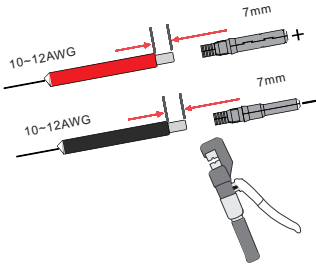

Figura 4.1-4 Crimpado del terminal al cable
Paso 2. Crimpe los terminales metálicos con unos alicates de crimpar, como se muestra en la Figura 4.1-4.